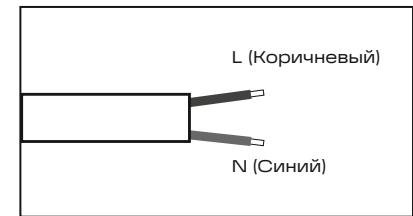

Рис. 3
- Выполните электрическое подключение осветительного прибора согласно (рис. 3).